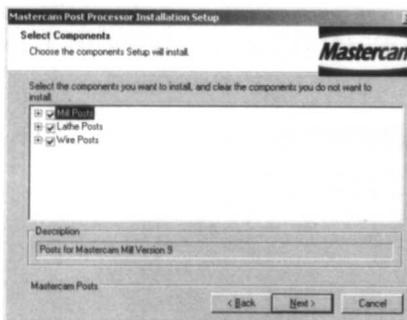

图 1-21
(13) 显示 Select Components (选择元素) 对话框，Mastercam 9 自动勾选对话框中的三个面，如图 1-21 所示，单击“Next”（下一步）按钮。